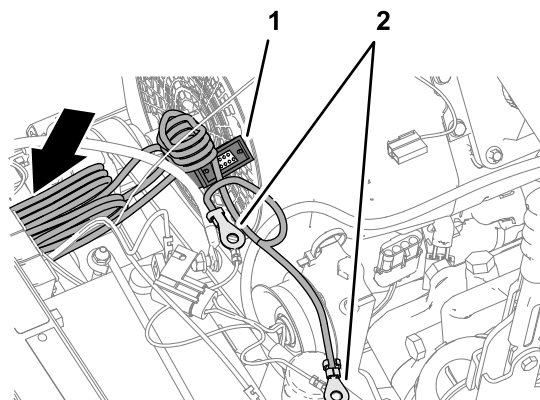

**Figura 72**
- 1. Alinee el arnés de alimentación del módem con la máquina, como se muestra en la Figura 72.